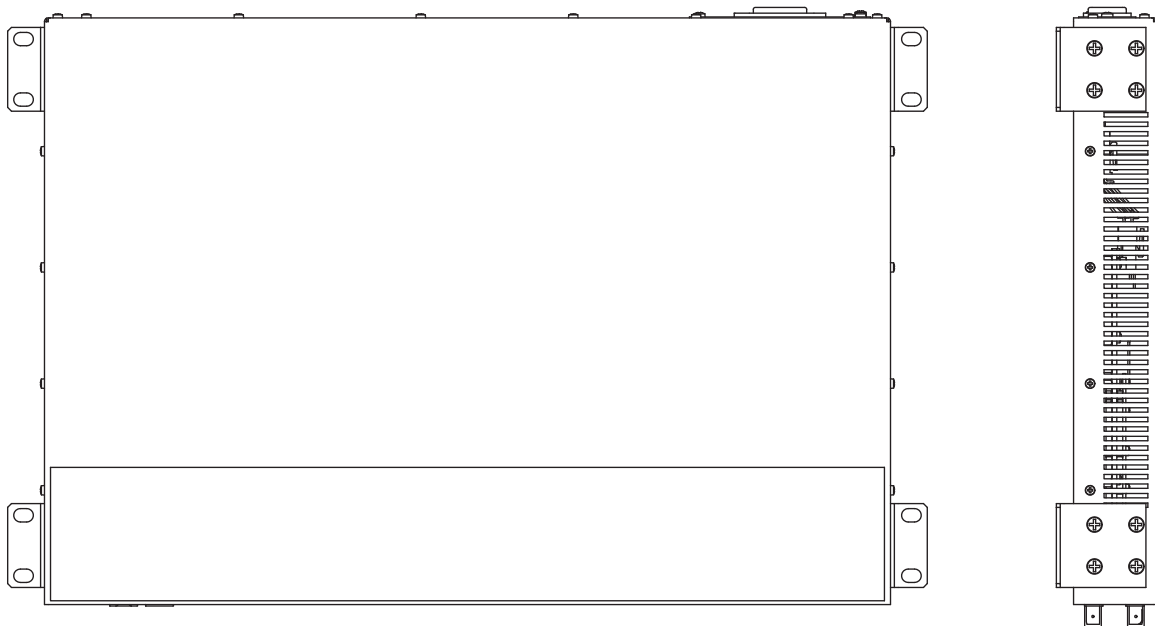

Abb. 18: Senkrechte Montage an der Wand
- Montieren Sie zusätzlich 2 Haltewinkel an der Rückseite des Gerätes. (siehe Abbildung 18)